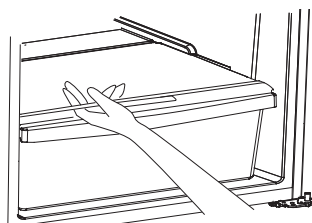

Fig. 9
1. Con cuidado, tome la tapa del cajón de verduras y deslice la misma para retirarla. (Fig. 9)